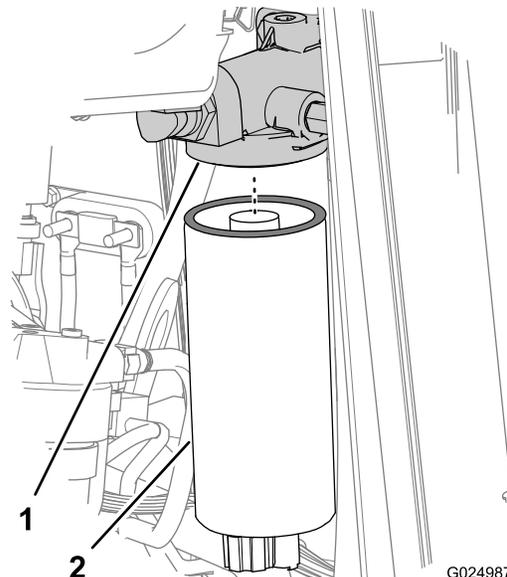
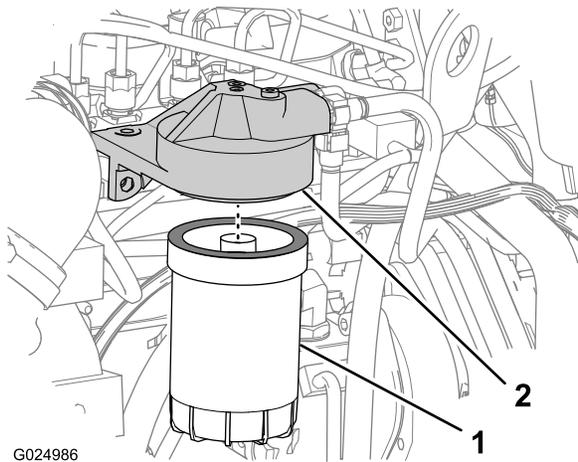

Figure 74
Figure 75
7. Desserrez et déposez le préfiltre (Figure 74).
9. Desserrez et déposez le filtre secondaire (Figure 75).
1. Essuyez les plans de joint des adaptateurs du préfiltre et de l'élément secondaire du filtre à carburant (Figure 74 et Figure 75).
3. Montez le préfiltre sur l'adaptateur et serrez le filtre jusqu'à ce que le joint touche la surface de la tête du filtre (Figure 74).
6. Montez l'élément secondaire sur l'adaptateur et serrez le filtre jusqu'à ce que le joint touche la surface de la tête du filtre (Figure 75).